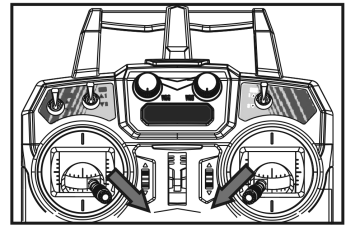

Afbeelding 13
Voor u uw model voor het eerst laat opstijgen, controleert u de schakelaarinstellingen van de drie kantelschakelaars „IOC“ (1), „GO-HOME“ (2) en „GPS“ (3). De schakelaars moeten in overeenstemming met de tekening in afbeelding 13 zich in de voorste of achterste positie bevinden.